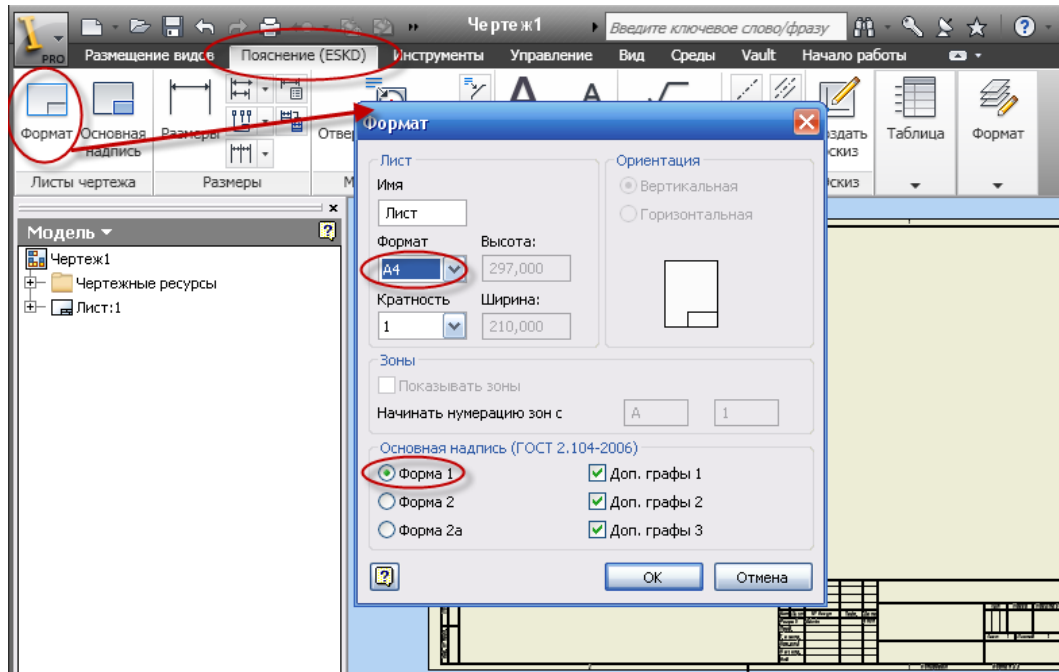

Рис. 3.19. Диалоговое окно **Формат**
- Нажмите вкладку **Пояснения (ЕСКД)**, выберите инструмент  **Формат** (рис. 3.19).